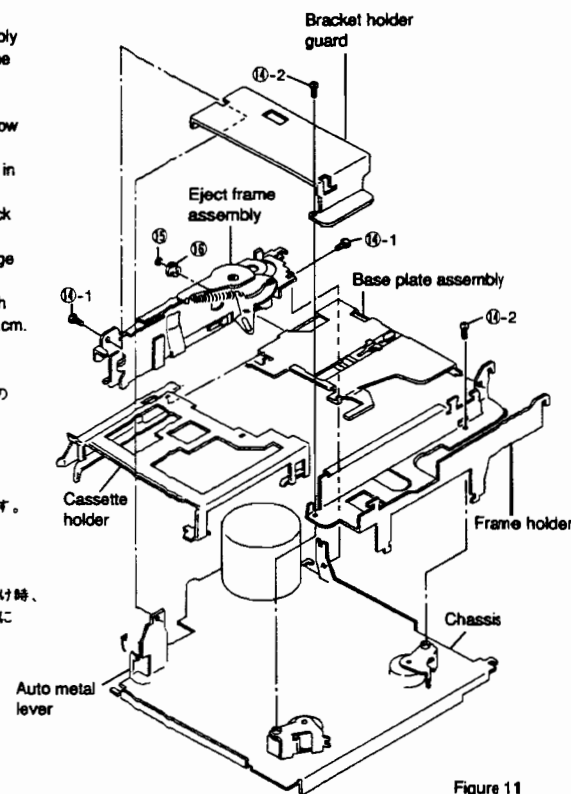

Figure 11
- (1) Remove four screws ⑭ and remove the eject frame assembly and the frame holder as shown in Figure 11.
- (2) Remove M1.2 lock washer ⑮ and plate base roller ⑯ and remove the cassette holder and the base plate assembly as shown in Figure 11.
- (3) Remount them following the removal steps in the reverse order.
- ② When mounting the eject frame assembly, push the auto metal lever in the direction indicated by the arrow in the Figure 11.
- ③ When mounting the base plate assembly and the eject frame assembly, or when mounting the eject frame assembly to the chassis, do not apply excessive force to avoid deformations of the eject arm and the frame.
- ④ Do not reuse the used washers. Take care to avoid damage by piercing and tearing.
- ⑤ Fasten the two screws ⑭-1 with a fastening torque of 6kg.cm. and the two screws ⑭-2 with a fastening torque of 1.5kg.cm.
- (1) 4本のネジ⑭を外し、イジェクトフレーム組立及びフレームホルダーを外します。(図11参照)
- (2) ロックワッシャー⑮ (M1.2) とプレートベースローラー⑯を外し、カセットホルダーとベースプレート組立を外します。(図11参照)
- (3) 分解方法と逆の手順で取り付けます。
② イジェクトフレーム組立をシャーシに取り付ける際、オートメタルレバーを図の様に矢印方向に押して下さい。(図11参照)
③ ベースプレート組立とイジェクトフレーム組立を取り付ける際、又、シャーシとイジェクトフレーム組立を取り付ける際は、必要以上の力を加えないで下さい。(イジェクトアーム、フレームの変形防止の為)
④ 一度使用したワッシャーは、使用しないこと。又、口開き、めくれのないこと。
⑤ ネジ⑭-1は6kgcm、⑭-2は1.5kgcmのトルクで締め付けること。